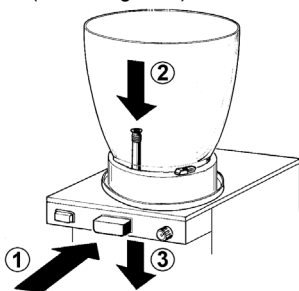

figura 3
3 Premere (1) il tasto di comando rubinetto e inserire (2) il gommino nella sua sede sul fondo dell'evaporatore. Tirare (3) lievemente verso il basso l'estremità del gommino rubinetto fino ad assestarlo completamente (vedere figura 3).